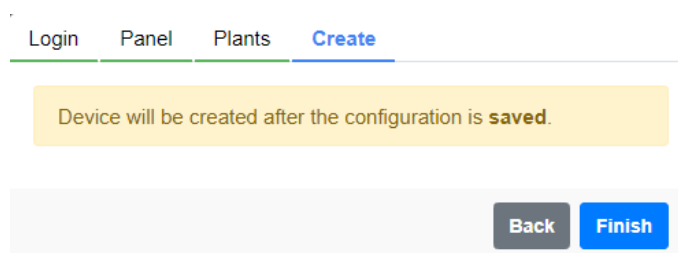

Figura 6.18: Información sobre la creación al MFM del Drive Scan
Paso 13 Es informado que el Drive Scan será creado en el MFM, después de que la configuración sea guardada, conforme la Figura 6.18.